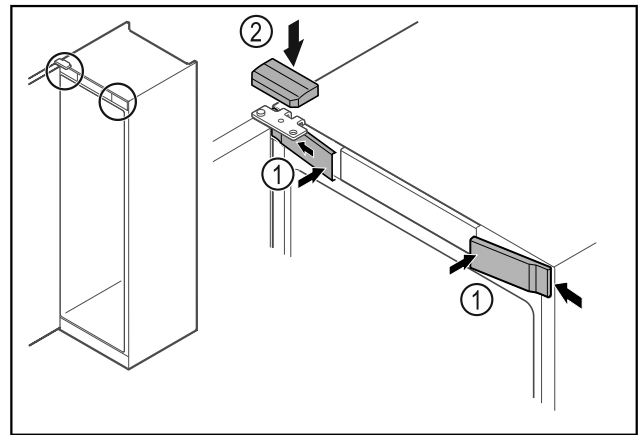

Fig. 47 *
- ▶ Akassza be oldalt az előlő burkolatokat Fig. 47 (1), majd pattintsa be.*
- ▶ Felülről pattintsa be a felső burkolatot Fig. 47 (2)*